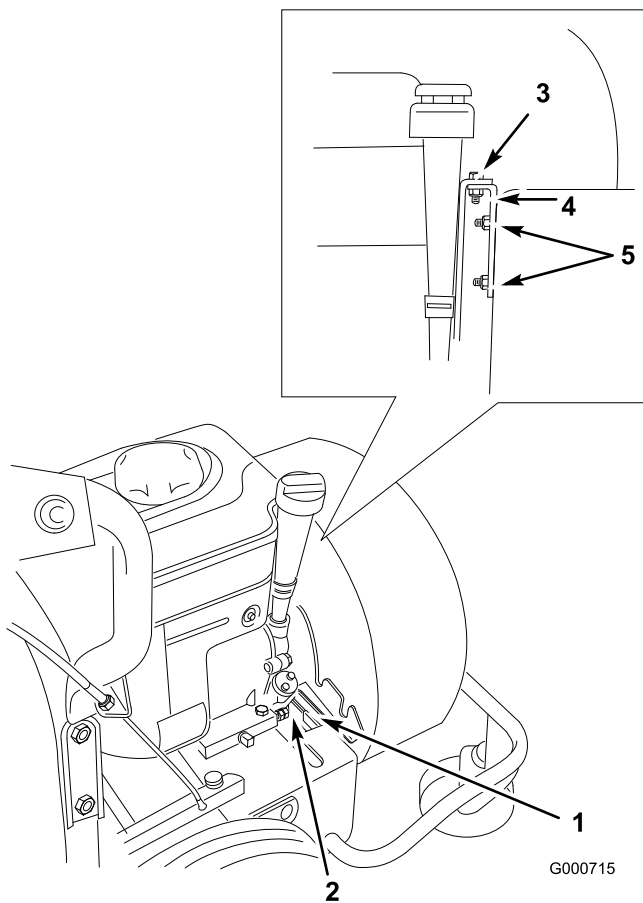

Figura 23
11. Encaje de nuevo el conjunto, colocando el soporte de montaje inferior del conjunto del soplador en el borde delantero de la base del motor (Figura 23).
12. Instale el soporte del motor en los pernos de montaje del conjunto con 2 contratuercas (Figura 23).
13. Fije el soporte al soporte del motor con el perno que retiró anteriormente (Figura 23).